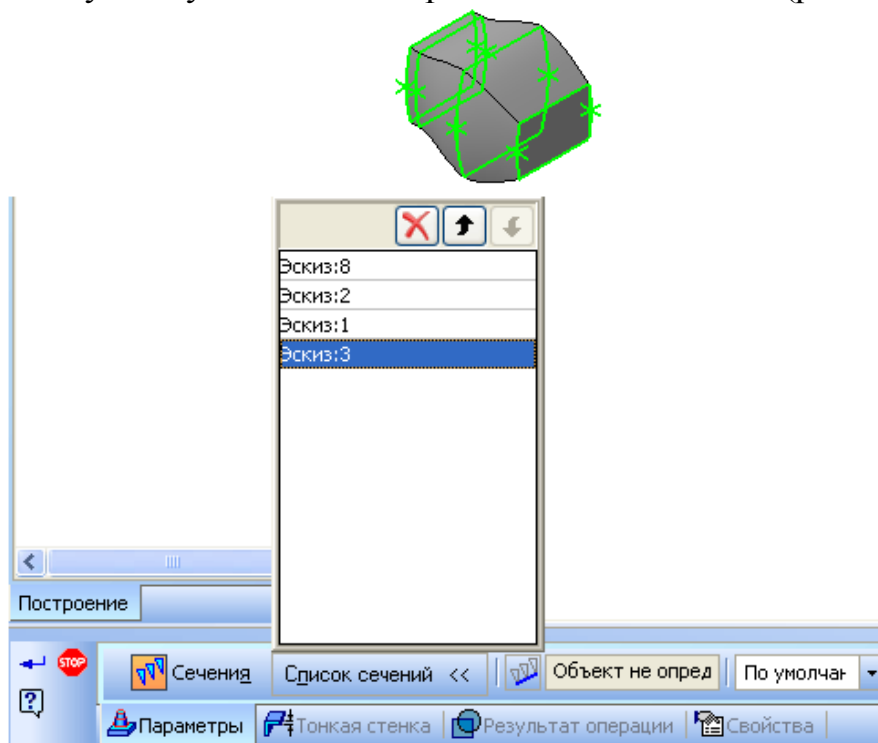

Рис. 11.12. Операция по сечениям эскиза 8,2,1,3
11. Выберите команду **Редактирование детали**  **⇒ Операция по сечениям** . Укажите последовательно эскизы 8, 2, 1, 3. Завершите команду. Получите модель средней части молотка (рис. 11.12)